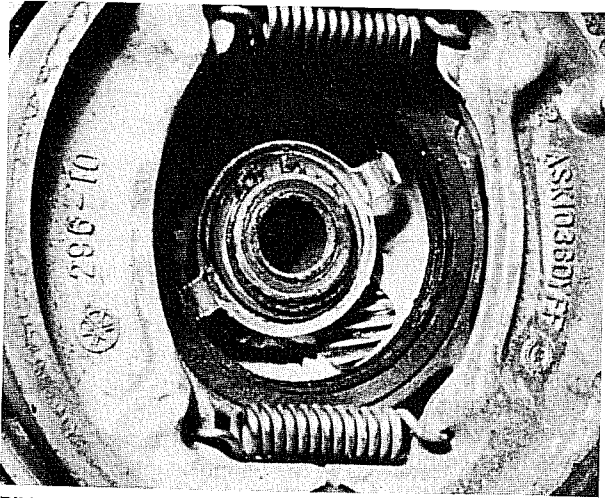

Bild 125
- Der Tachometerantrieb befindet sich in der vorderen Bremsankerplatte; der Antrieb erfolgt vom Innern der Vorderradnabe aus. Schwierigkeiten mit den Antriebsteilen sind selten, sofern sie bei jedem Zerlegen der Vorderbremse Fett mitbekommen, denn von aussen her gibt es keine Schmiermöglichkeit. Bei unzulässigem Verschleiss können Schneckenritzel und -welle nach Lösen einer Einschraubbüchse komplett aus der Ankerplatte herausgezogen werden. Das Schneckenrad wird zusammen mit dem Mitnehmerblech (das in die Nabe eingreift) und einer Anlaufscheibe von einem Sprengring im Zentrum der Bremsankerplatte festgehalten (Bild 125).